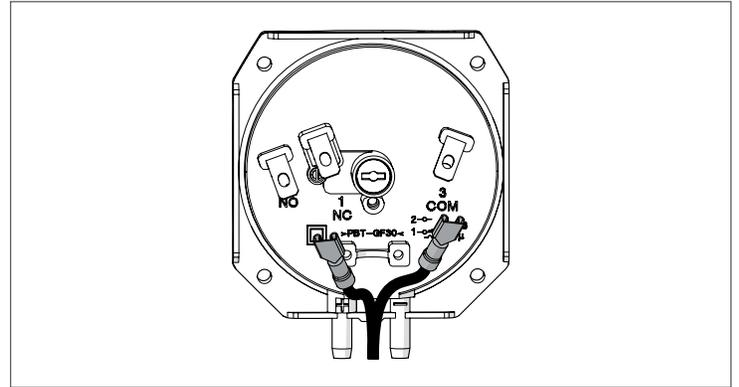
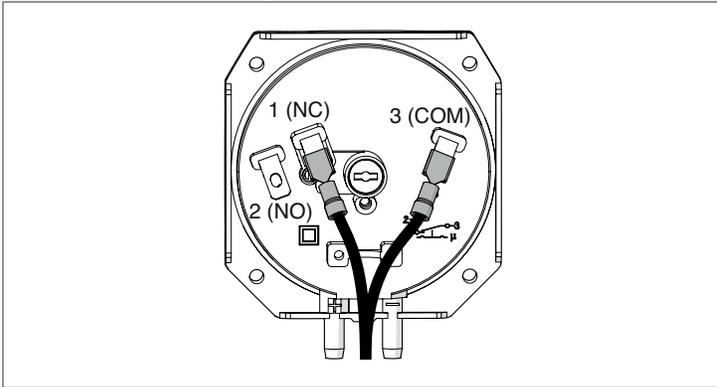

Fig. 72 Déconnecter les fils
Fig. 75 Pressostat de gaz câblé
- Effectuez l'essai du pressostat de l'autre côté de la chaudière (module 4 ou 8); répétez le processus de la Fig. 72 à la Fig. 75.
- Suivez les étapes de la Fig. 72 à la Fig. 75.